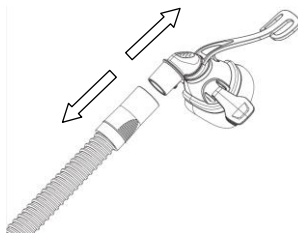

Fig. 19-6
(3) Țineți atât de manșonul tubului de aer, cât și de axul măștii și trageți-le ușor, îndepărtându-le de dispozitiv, așa cum este indicat în Fig. 19-6.